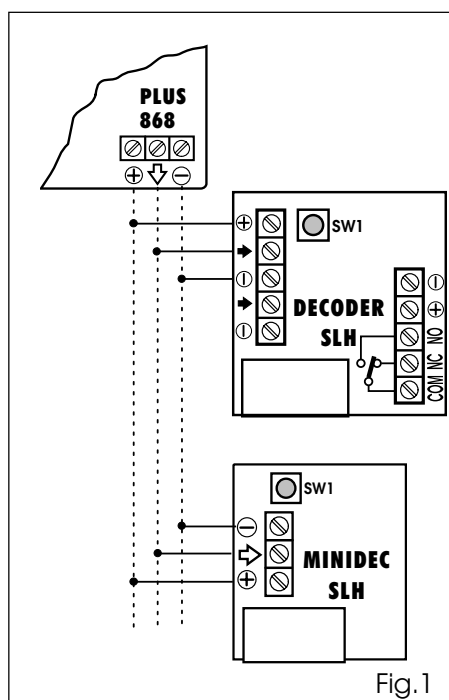

Fig.1
- 1) Alimentare l'impianto dopo aver effettuato l'installazione ed i collegamenti elettrici dei componenti del Sistema 868 SLH (fig. 1).